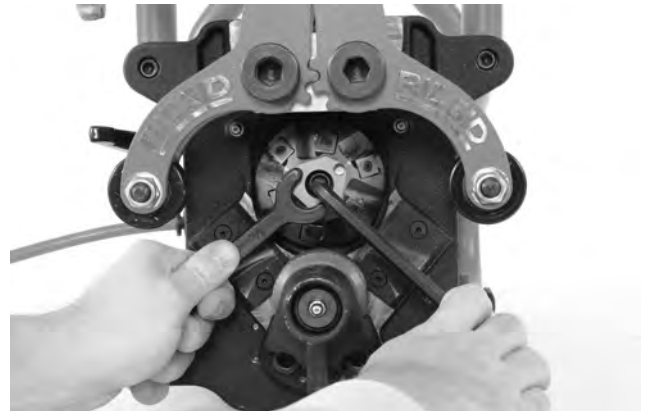

Figure 25A – Changement des têtes de coupe
2. Servez-vous de la clé Allen de 5/16" fournie pour retirer la vis 6-pans creuse qui retient la tête de coupe (Figure 25A).